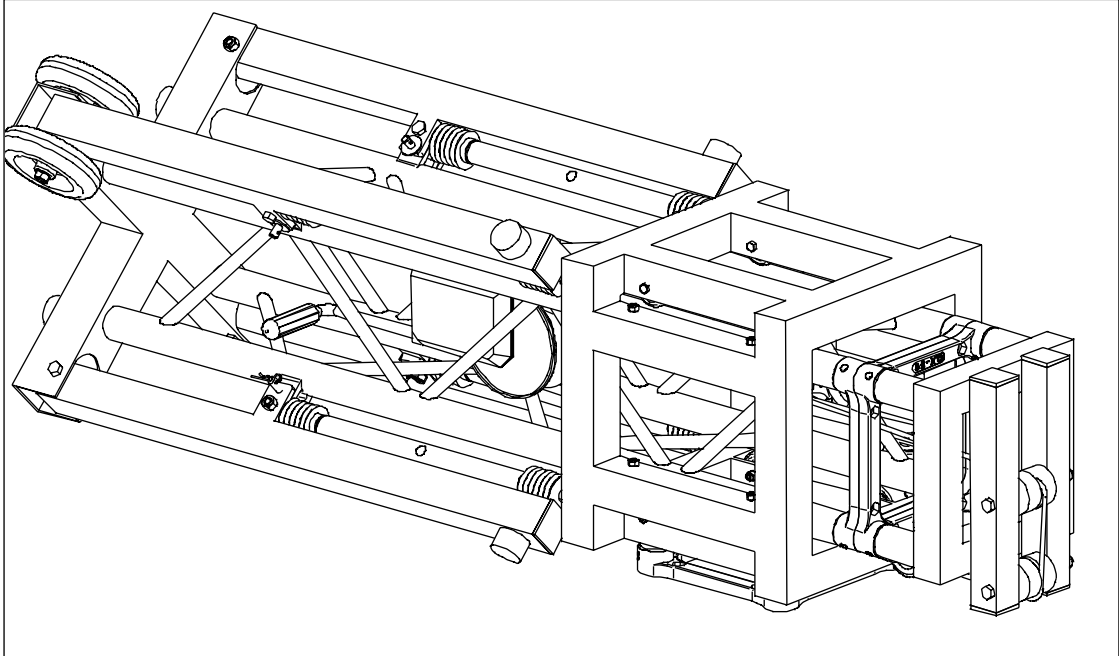

Fig. 1
1. Si posiziona la Towerlift come da come da fig. 1.